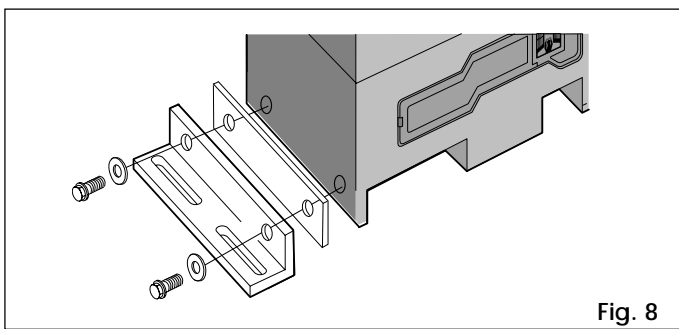

Fig. 8
- 1) Ensamblar los ángulos de fijación y los espaciadores antivibración al actuador de la manera ilustrada en la Fig. 8.